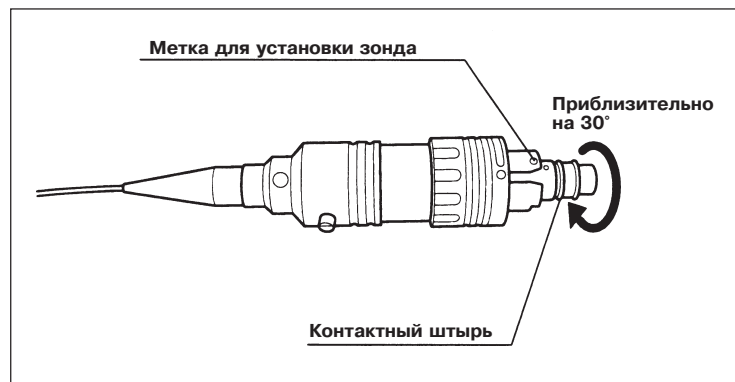

Рис. 3.3
- Трубку коннектора введите до упора внутрь коннектора. Поверните трубку коннектора приблизительно на 30° против часовой стрелки до характерного щелчка. Убедитесь, что метка для установки зонда и контактный штырь располагаются по одной линии (см. рис. 3.3).